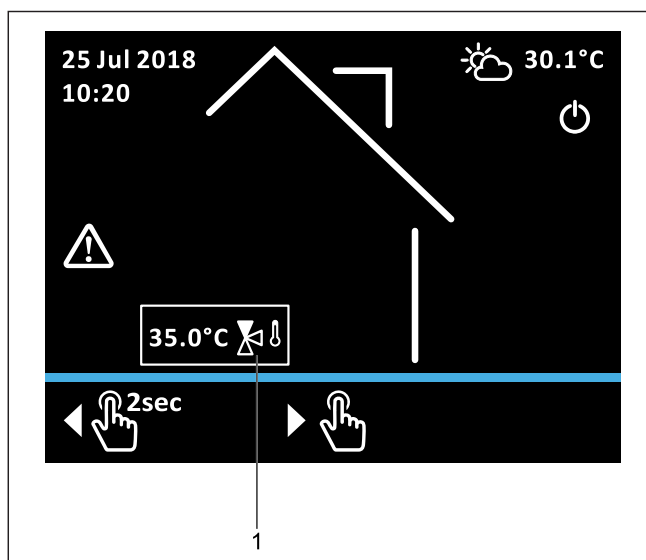

Fig. 9-3 Pantalla de inicio del módulo mezclador
La pantalla de inicio para el módulo mezclador (Fig. 9-3) es una variante reducida de la pantalla de inicio de RoCon+ HP. El significado de los iconos corresponde a Tab. 3-3, pero la temperatura del mezclador es la única temperatura del sistema que se muestra (Fig. 9-3, pos. 1).